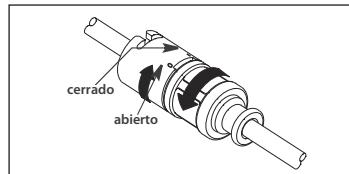

Figura 2
- b. Si va a utilizar un protector contra contaminación del catéter con adaptador TwistLock, asegúrese de que el TwistLock doble del protector contra contaminación del catéter esté completamente abierto (consulte la figura 2).